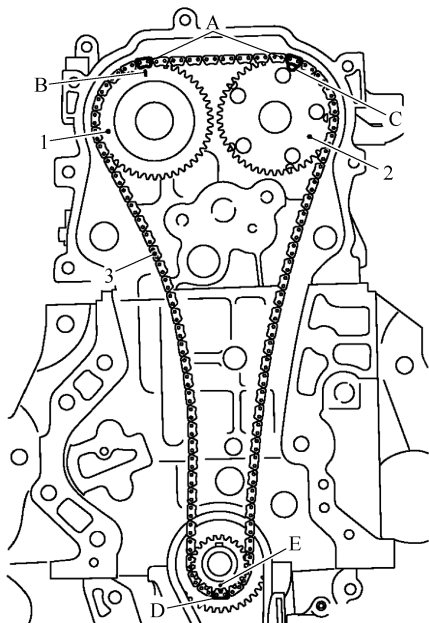

图 3-60 正时链安装正时标记匹配
6) 对齐各链轮匹配标记与正时链条的匹配标记, 如图 3-60 所示。